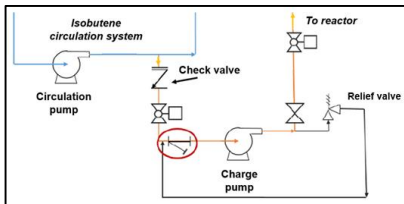

Abb.1: Links, Fließbild zum Vorfall von 2019 (CSB Report No. 2019-02-I-TX). Rechts, geborstenes Siebgehäuse (CSB), im Fließbild rot umrandet.
- In Flüssigkeiten und festen Stoffen sind die Moleküle und Atome dicht gepackt, und auch sehr hoher Druck kann sie nicht sonderlich weiter verdichten. Umgekehrt dehnen sie sich beim Erhitzen sozusagen rücksichtslos aus, Flüssigkeiten mehr als Feststoffe. Leitungen für den Heißbetrieb haben Dehnungsbögen, und Teile, in denen Flüssigkeiten ohne Gasraum oder Druckentlastung eingesperrt sind, können bersten, wie in Abb. 1 gezeigt.